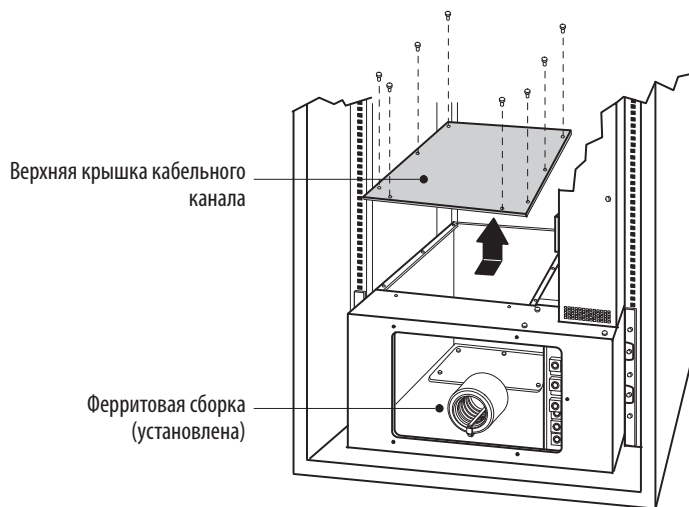

Рисунок 6. Снятие верхней крышки кабельного канала
2. Прокладка проводов только через нижний ввод. Извлеките восемь винтов из верхней крышки доступа к кабельному каналу и сохраните их. Вытащите и снимите крышку доступа к кабельному каналу и сохраните ее. См. рисунок 6.
5. Подключите входные, выходные и заземляющие провода к клеммному блоку согласно рисунку 8 и таблице 2. Проложите три входные фазы и три нейтрали через закрепленную или отсоединенную ферритовую сборку (см. рисунок 6).